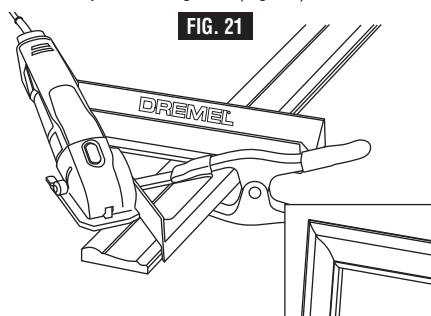

FIG. 21
1. Coupes d'onglets à 45° - utilisez le bord oblique du guide de coupe comme guide, (Fig. 21).
Coupe d'onglets à 15°, 22,5° ou 30° - faites pivoter le bord de coupe jusqu'au coin désigné à l'angle désiré en utilisant le repère de l'indicateur d'angle sur le guide de coupe, et réalisez la coupe en utilisant le bord extérieur du guide de coupe comme guide, (Fig. 21).